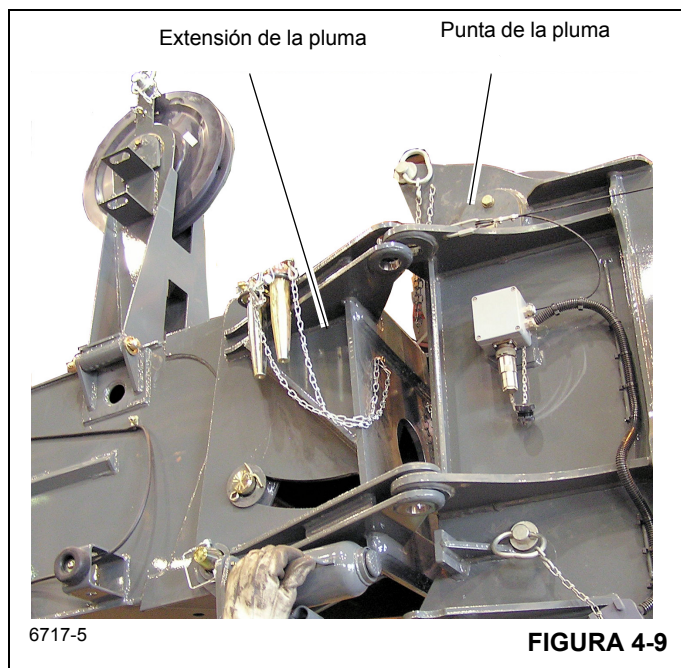

FIGURA 4-9
8. Eleve y/o baje la pluma ligeramente para ayudar a controlar la extensión de la pluma. Utilice la cuerda amarrada a la punta de la extensión de pluma para girar la extensión delante de la punta de la pluma (Figura 4-9), engancho los adaptadores de fijación en los adaptadores de anclaje del lado izquierdo de la punta de la pluma.
9. Instale el pasador de fijación del lado superior izquierdo y la pinza de retención en los adaptadores superior de anclaje y de fijación de la punta de la pluma (Figura 4-9).